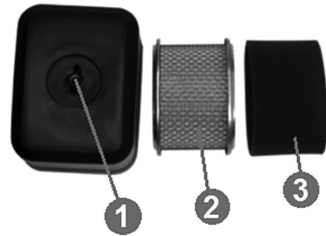

Рис. 21 Конструкция воздушного фильтра
- Открутите барашковую гайку (1) и снимите крышку воздушного фильтра (Рис.21).
- При незначительном загрязнении промойте поролоновый фильтр (3) теплым мыльным раствором и просушите. Замените грязный или поврежденный поролоновый фильтр.